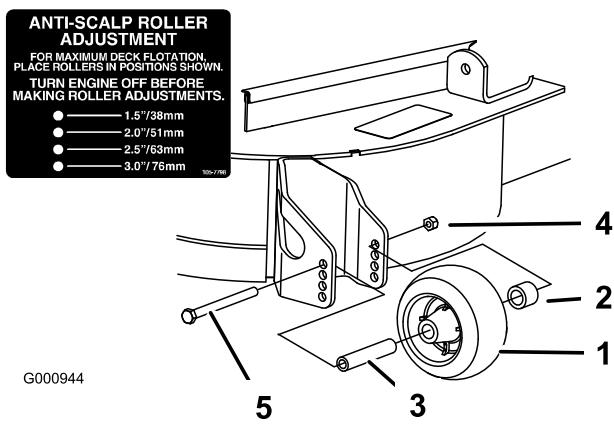

Figura 14
- Después de ajustar la altura de corte, ajuste los rodillos retirando la tuerca con arandela prensada, el casquillo, el espaciador y el perno (Figura 14).
- Instale la tuerca con arandela prensada, el casquillo, el espaciador y el perno. Apriete a 54–61 Nm (Figura 14).